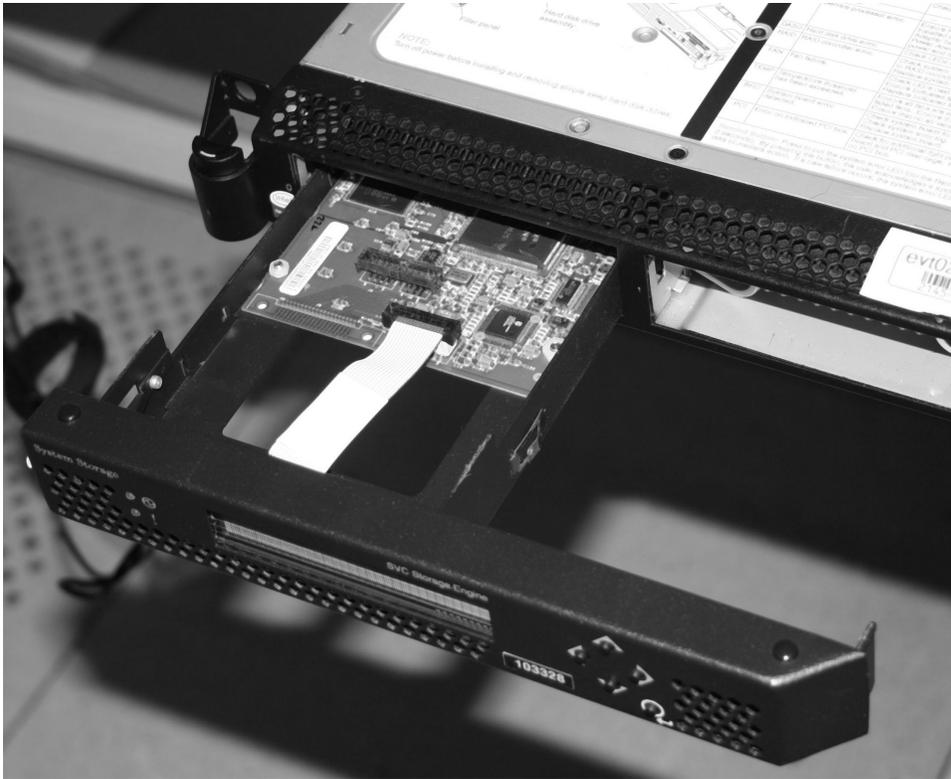

図 79. SAN ボリューム・コントローラー 2145-8G4 からのサービス・コントローラーの取り外し
3. この解放ボタンを押すのを止めて、107 ページの図 79 に示すように、サービス・コントローラーを完全にフレームから引き出すことができます。